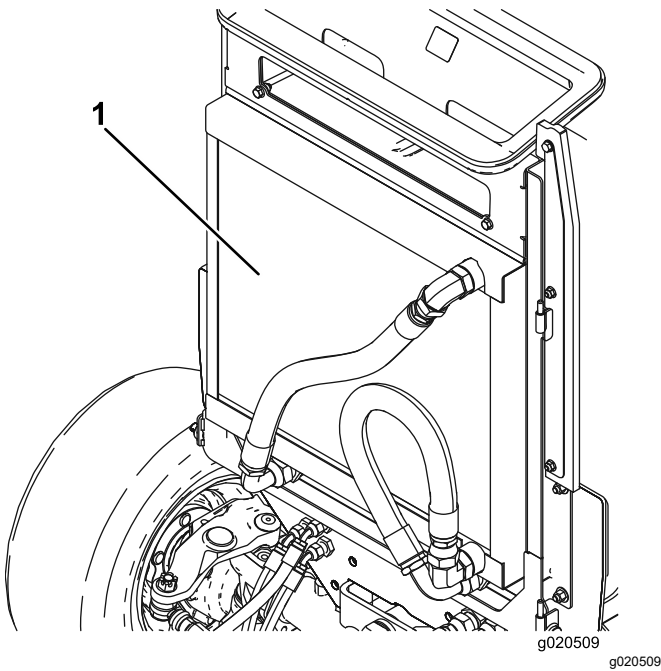

图 71
2. 用压缩空气彻底清洁油冷却器两侧/散热器区域 (图 71)。从前面开始将杂物向背面吹出。然后从背面清洁再向前面吹。重复此程序数次直至所有草屑和杂物都被清除。